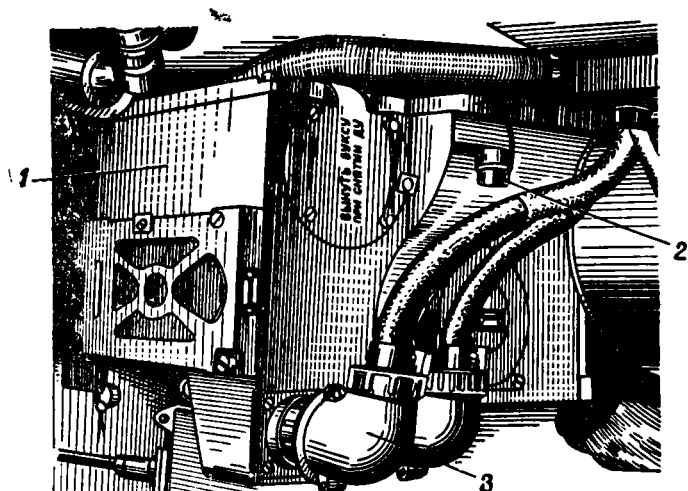

Рис. 14. Гироблок:
2. Расшплинтовать и отвернуть накладные гайки штепсельных разъемов 3 (рис. 14) и отсоединить кабели от гироблока.
1. Установить в одно из отверстий гироблока 1 (рис. 14) болт 2 в сборе.